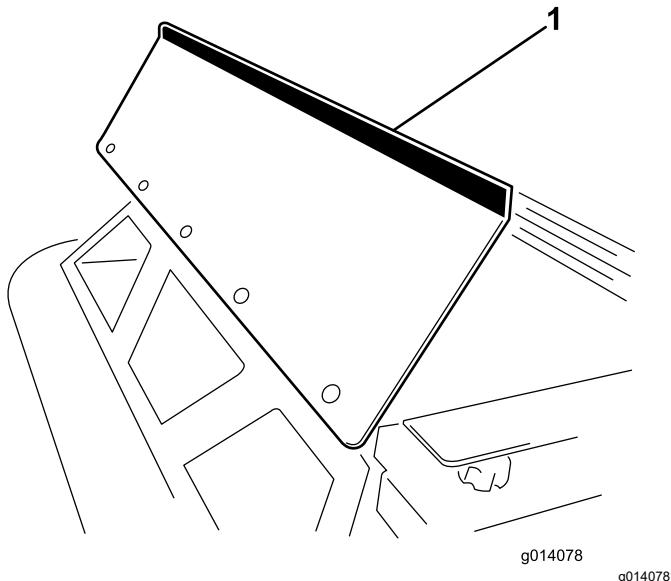

Рисунок 1
- Установите защиту бункера на переднюю сторону бункера разбрасывателя с помощью 5 болтов ($\frac{1}{4}$ x $\frac{5}{8}$ дюйма) и фланцевых гаек (Рисунок 1).